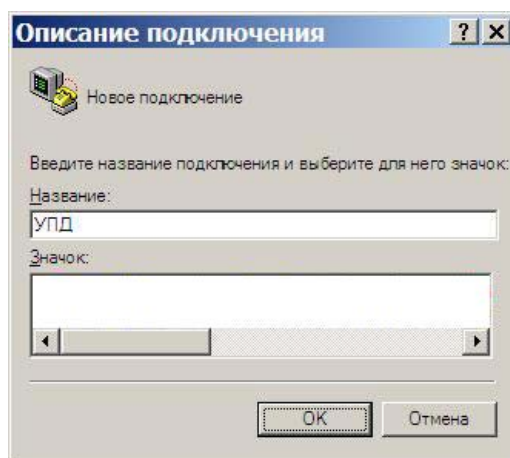

Рисунок 6.8 – Окно «Описание подключения»
6.3.8 Появится окно «Описание подключения» (см. рисунок 6.8).